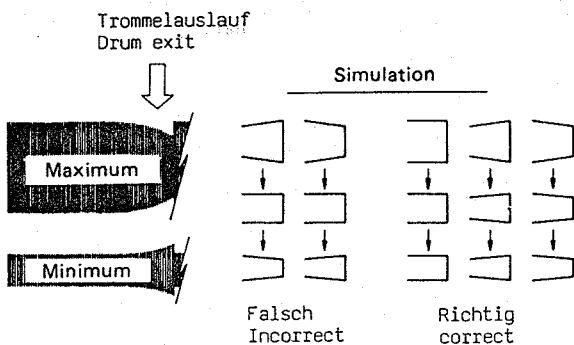

Fig. 1-6-3 Trommelauslauf / Drum exit
- 3) In der gleichen Art ist mit der abwickel-seitigen Führungsrolle zu verfahren, wenn das Ende des Signals (Kopftrommelauslauf) nicht parallel verläuft, s. Fig. 1-6-3
- 3) In the same manner as for the rising portion, turn the take-up guide roller to adjust the falling portion (drum exit) of the FM envelope. See Fig. 1.6.3